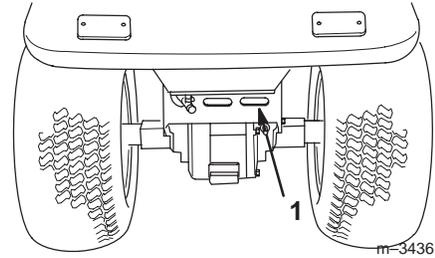

Bild 10
6. Entfernen Sie den Schmutz von der Abdeckung der Hinterachse (Bild 10).